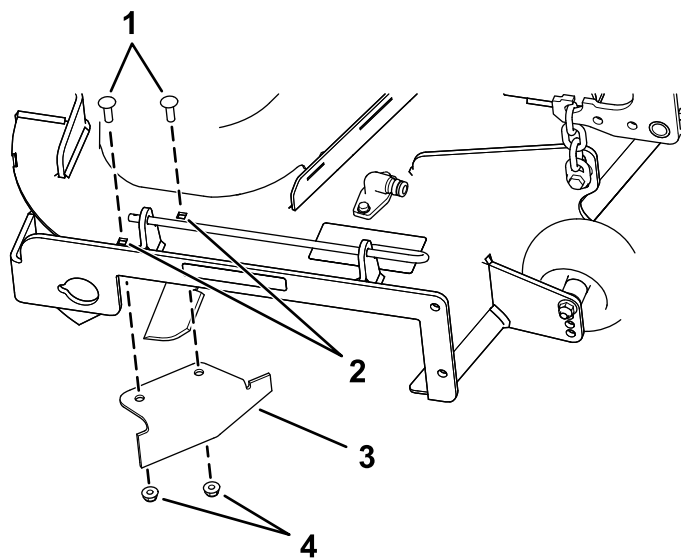

Figura 15
9. Localize o abafador de corte no saco das peças soltas e retire as fixações nos furos posteriores da placa de descarga (Figura 15).